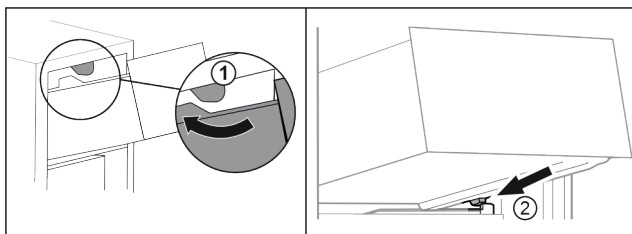

Fig. 88
- ▶ Vedte zásuvku podél horních zarážek. Fig. 88 (1)
- ▶ Nasadte zásuvku šikmo za dolní zarážky na žebrování na nádoby. Fig. 88 (2)